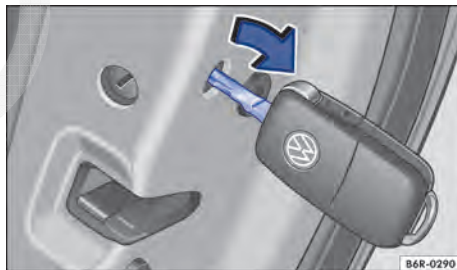

Fig. 146 Travamento de emergência do veículo com a chave do veículo.
- Introduzir a haste da chave no entalhe e girar a chave do veículo para fora ⇒ Fig. 146.